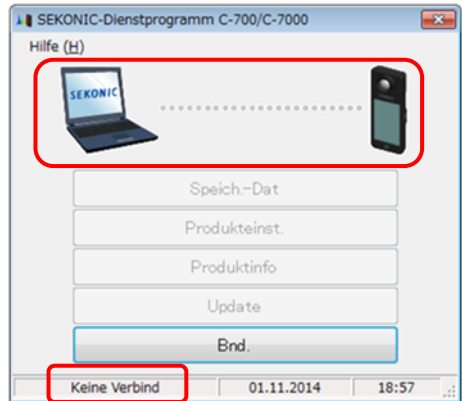
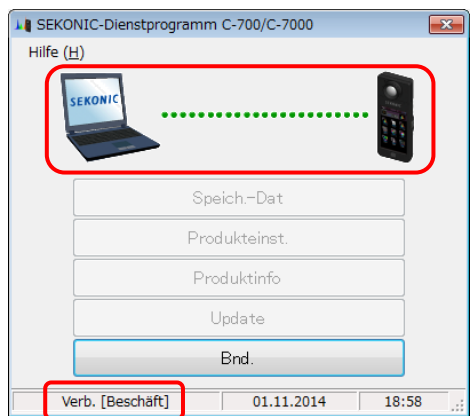
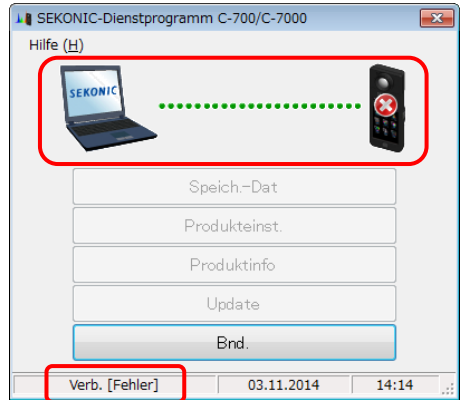

Abbildung 11 Nicht verbundener Zustand
Abbildung 12 Verbindungsstatus (beschäftigt)
Abbildung 13 Verbindungsstatus (Fehler)
Wenn das USB-Kabel nicht richtig angeschlossen oder der SPECTROMETER nicht eingeschaltet ist, wird ein Bildschirm ähnlich dem in Abbildung 11 angezeigt. Überprüfen Sie in diesem Fall den SPECTROMETER und die Verbindung des USB-Kabels.
Wenn der SPECTROMETER verbunden, aber beschäftigt oder ein Fehler aufgetreten ist, wird möglicherweise einer der in Abbildung 12 bis Abbildung 13 dargestellten Bildschirme angezeigt. Warten Sie in diesem Fall, bis die Messung oder die Dunkelkalibrierung abgeschlossen ist, und bedienen Sie dann diese Software.
- Wenn einer der in Abbildung 11 bis Abbildung 13 dargestellten Bildschirme angezeigt wird oder ein Kommunikationsfehler aufgetreten ist, beenden Sie die Software sofort, schließen Sie das USB-Kabel erneut an und starten Sie die Software gemäß der Beschreibung in Abschnitt „6.1 So stellen Sie die Verbindung zum SPECTROMETER her“ (Seite 18) neu. ➡